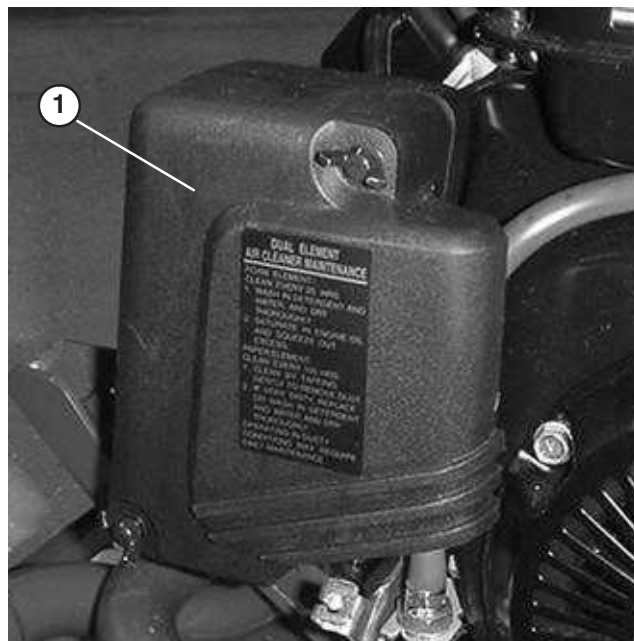

Figure 30
2. Retirez les écrous papillons de fixation du couvercle du filtre à air et déposez le couvercle. Nettoyez soigneusement le couvercle (Fig. 30).